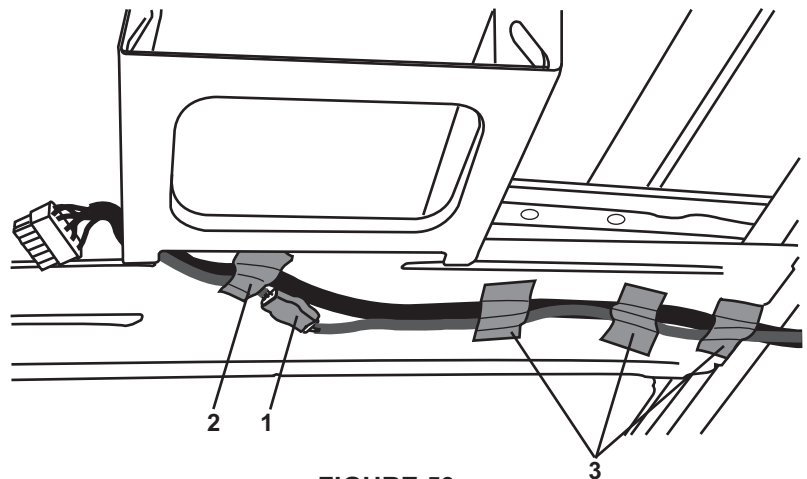

FIGURE 59
- 4.) CONNECT THE 3-PIN DOME LIGHT CONNECTOR ON THE DVD MAIN HARNESS TO THE MATING CONNECTION ON THE DOME LIGHT HARNESS. WRAP ONE PIECE OF FOAM TAPE (1) AROUND THE DOME LIGHT CONNECTORS. (SEE FIGURE 59)
- 5.) SECURE THE DVD MAIN HARNESS TO THE VEHICLE MOONROOF BRACKET USING ONE PIECE OF FOAM TAPE (2). (SEE FIGURE 59)
- 6.) ROUTE THE DVD MAIN HARNESS TOWARDS THE PASSENGER SIDE OF THE VEHICLE AND SECURE WITH THREE PIECES OF FOAM TAPE (3). (SEE FIGURE 59)